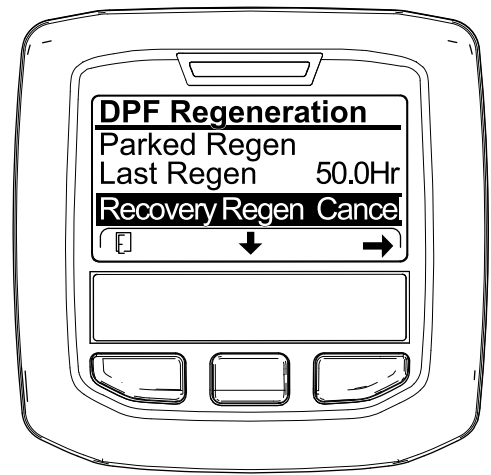
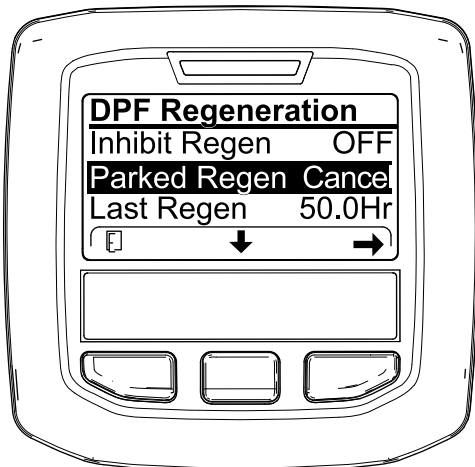

Figure 64
Figure 63
- Appuyez sur le bouton droit pour sélectionner l'option Regen Cancel (Figure 63 ou Figure 64).
- Ouvrez le menu Régénération du FAP (Figure 63).
- Appuyez sur le bouton central pour naviguer jusqu'à l'option PARKED REGEN CANCEL (Figure 63) ou RECOVERY REGEN CANCEL (Figure 64).